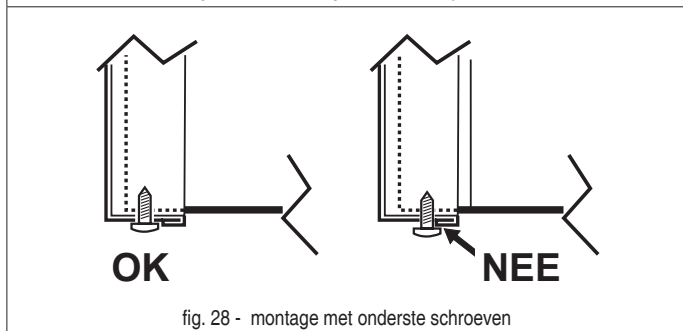

fig. 28 - montage met onderste schroeven
3. Ga in omgekeerde volgorde te werk om het voorpaneel weer terug te plaatsen. Zorg ervoor dat het goed vastzit op het bovenpaneel en volledig steunt op de zijpanelen. De kop van schroef "A" moet, eenmaal vastgedraaid, geplaatst worden zoals in "fig. 28 - montage met onderste schroeven".